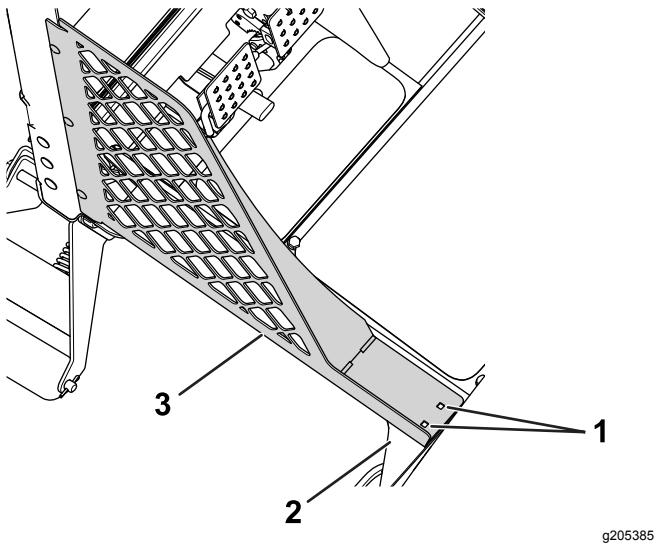

Figura 1
- A. Contrassegнате le aree in cui i gruppi pannello inferiore incontrano la pedana (Figura 1).